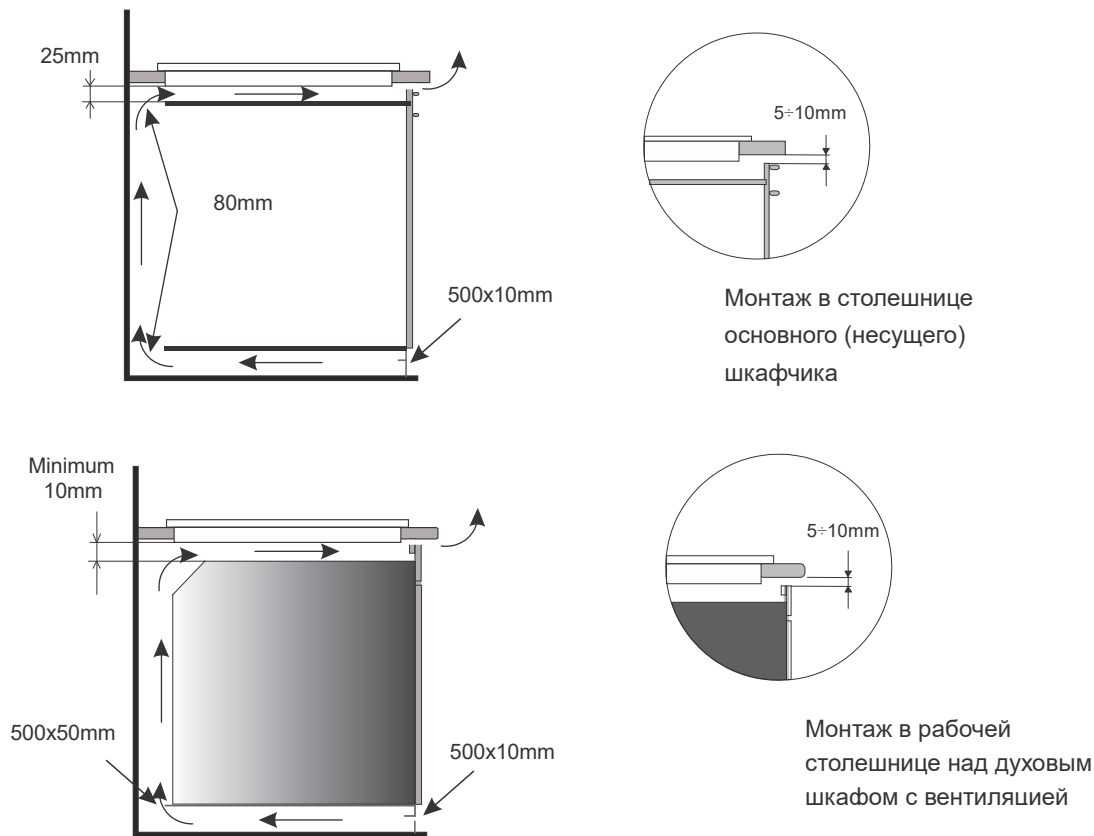

Рис. 3
- Под низом столешницы надо оставить не менее 25 мм свободной поверхности – это необходимо для обеспечения циркуляции воздуха и во избежание перегрева поверхности вокруг кухонной плиты, рис.3.